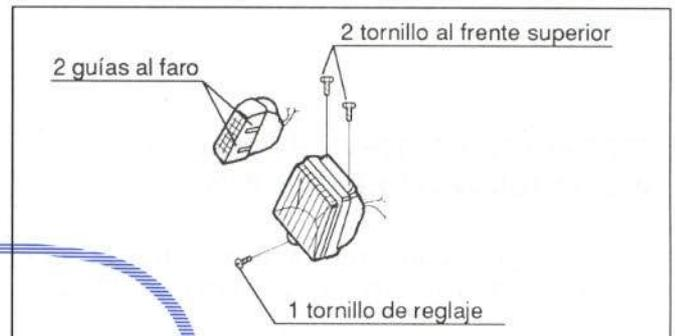

Figura 19.- Fijación del faro y piloto
En la figura 19 se muestra su fijación.
- Faros y pilotos (figura 19)
- Faro y piloto (figura 19)